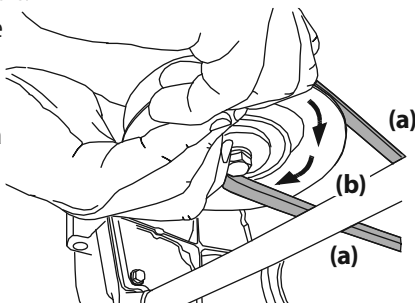

Figure 46
- d. Maintenez la courroie de la prise de force (a) vers le bas et continuez de tourner la poulie de la prise de force (b) jusqu'à ce que la courroie de la prise de force (a) soit complètement dégagée de la poulie de la prise de force (b). Voir Figure 46.
10. Tenez la courroie de la prise de force et la poulie, puis tournez la poulie vers la gauche. Voir Figure 46. Continuez à tenir et à tourner la poulie et la courroie de la prise de force jusqu'à ce que la courroie soit complètement enroulée autour de la poulie de la prise de force.